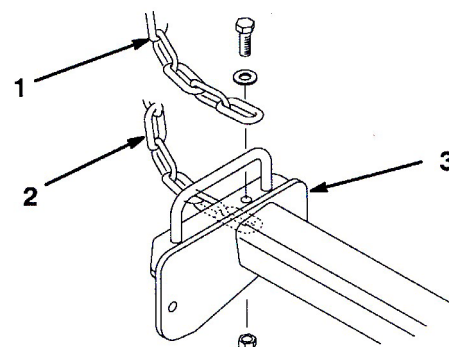

図11
3. チッパー・チェーンをカッティングユニットに取り付ける (図11)： 27in.カッティングユニットの場合：キャリア・フレームの上面。32in.カッティングユニットの場合：キャリア・フレームの下面取り付けにはキャップスクリュ、ワッシャ、ロックナットを使用する。